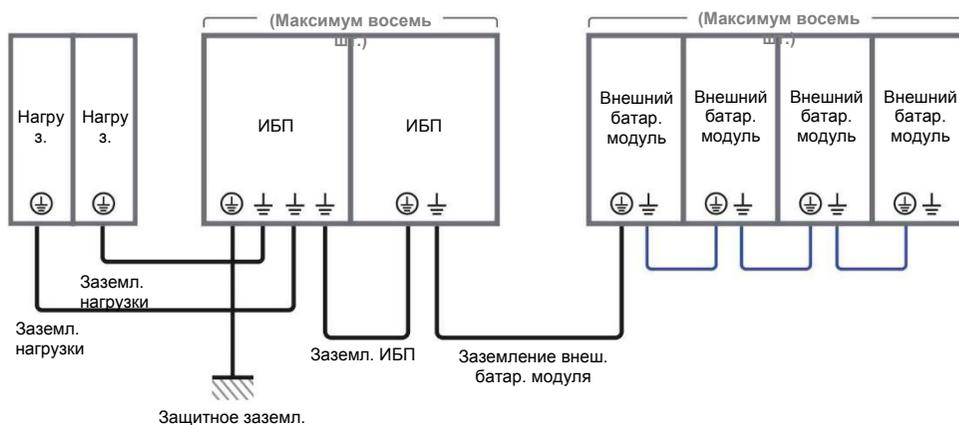

Рисунок 5-18: заземление параллельных ИБП
- 4 См. Рисунок 5-18 для заземления параллельных ИБП, внешнего батарейного модуля (модулей) и важных нагрузок.
- 5 См. Рисунок 5-18 для заземления параллельных ИБП, внешнего батарейного модуля (модулей) и важных нагрузок.